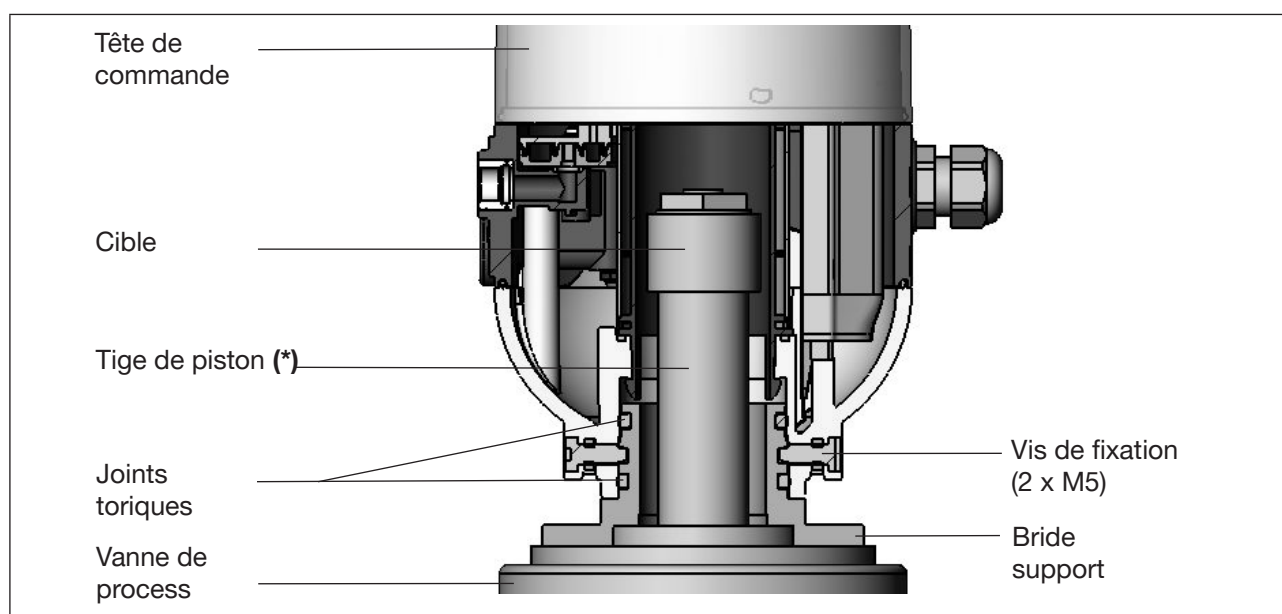

Figure 11 : Schéma de principe de l'adaptation tête de commande - vanne de process
- Fixer la bride support sur la vanne de process, voir « Figure 11 ». Veiller au centrage et aux conditions d'étanchéité !
- Sécuriser la tête de commande contre son retrait de la bride support avec les deux vis de fixation (vis à embase M5) dans la rainure médiane de la bride support – couple de serrage : max. 3,2 Nm (voir « Figure 11 : Schéma de principe de l'adaptation tête de commande - vanne de process » et chapitre « 7.2.3 »).
- Desserrer légèrement les vis de fixation (vis à embase M5, voir « Figure 11 ») jusqu'à ce que le dessous de la tête de vis soit à fleur de la surface auxiliaire du boîtier.
- Défaire le plombage (ou desserrer les vis autotaraudeuses pour plastique) si le boîtier est sécurisé (voir « Figure 11 »).